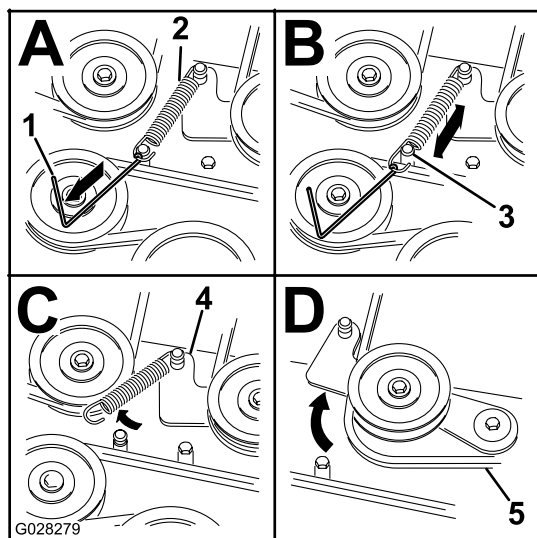

Figure 62
8. Détachez le ressort de la poulie de tension rappelée par ressort. Voir Figure 62.
Remarque: Utilisez l'outil de dépose de ressort (réf. Toro 92-5771) pour décrocher le ressort du tenon sur le plateau de coupe (Figure 62).